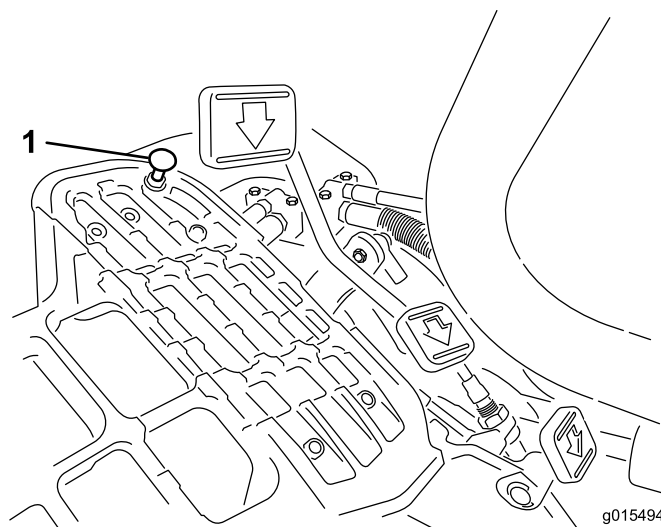

Figura 47
Para obter a velocidade máxima de transporte, engate a alavanca de controlo de função na posição 'TRANSPORT' e carregue para baixo no pedal de tração. Se o pedal entrara em contacto com o batente (Figura 47) antes de sentir tensão no cabo, é necessário efetuar o seguinte procedimento de ajuste:
1. Ponha a alavanca de controlo de funcionamento na posição 'TRANSPORT' e liberte a porca de bloqueio que fixa o batente do pedal à placa inferior (Figura 47).